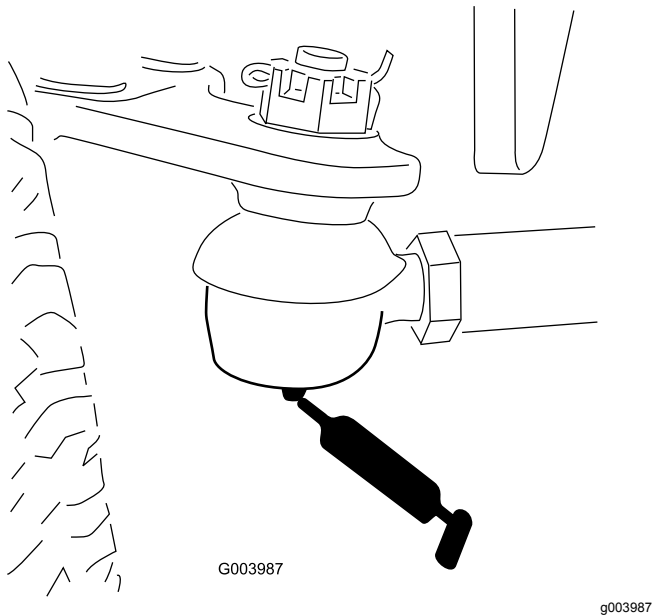

Рисунок 78
- Тяги заднего моста (2 шт.) (Рисунок 78)